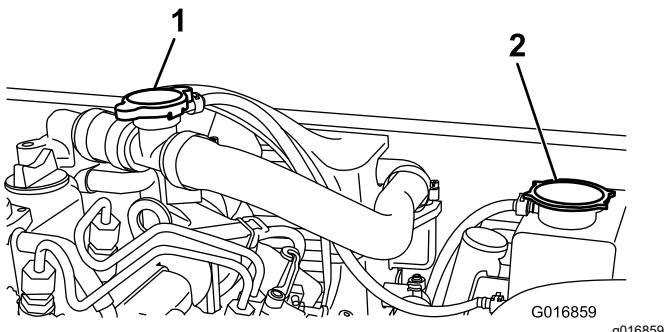

Figura 48
2. Retire el tapón del depósito de expansión del radiador (Figura 48).
2. Retire el tapón de llenado (Figura 48) y llene el radiador de refrigerante.
3. Vuelva a colocar el tapón del llenado y retire el tapón del depósito de expansión del radiador (Figura 48).